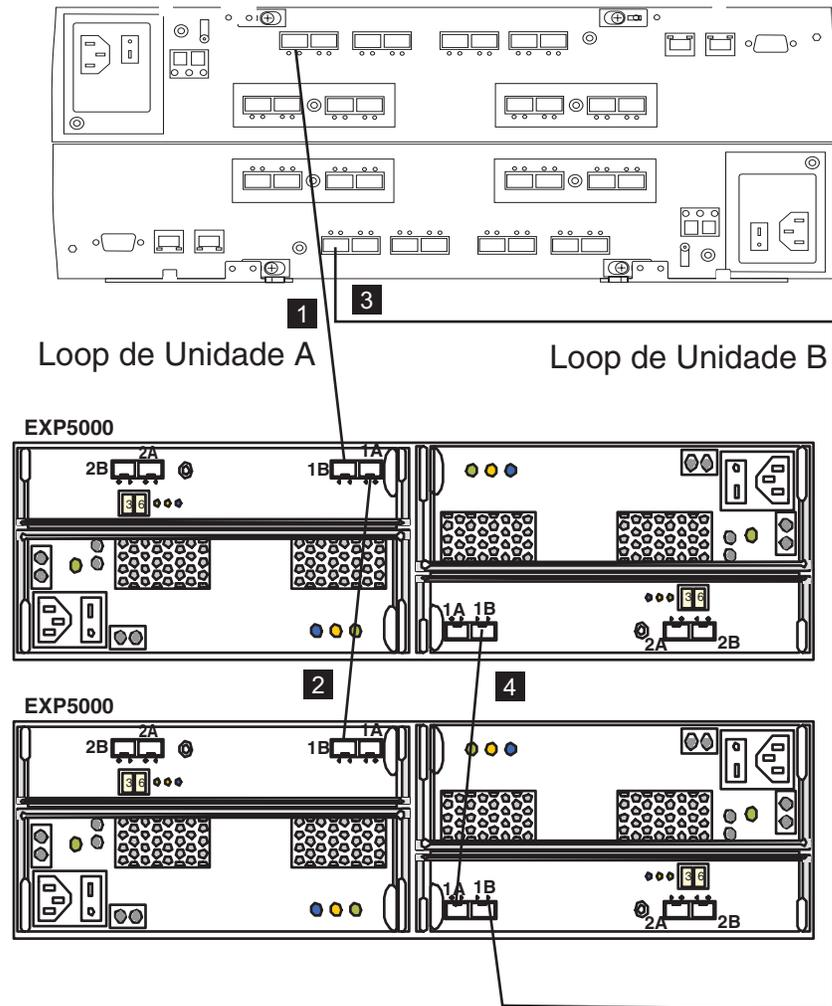

Figura 27. Configuração Correta de Loop de Unidade Redundante do EXP5000
- As portas de unidade de controlador dos controladores de subsistema de armazenamento DS5000 devem sempre estar conectadas às portas identificadas como 1B nos ESMs direito e esquerdo dos EXP5000s no par de canal/loop de unidade redundante que está conectado ao subsistema de armazenamento DS5000. (A Figura 27 na página 45 mostra o local das portas.)
A Figura 27 na página 45 mostra um loop de unidade redundante que é possível criar com um subsistema de armazenamento DS5000 e dois EXP5000s. Os números fornecidos na Figura 27 na página 45 mostram a ordem na qual os cabos
Para criar um loop A de unidade (do loop de unidade redundante DS5000) mostrado em Figura 27, você desempenharia as seguintes etapas:
Para criar um loop B de unidade (do loop de unidade redundante DS5000) mostrado em Figura 27, você desempenharia as seguintes etapas: